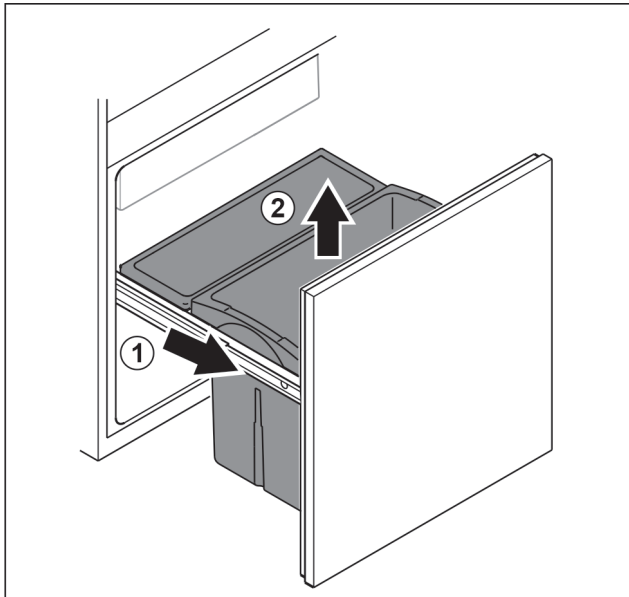

Fig. 100
- ▶ Saque el carro extraíble hasta el tope. Fig. 100 (1)
- ▶ Retire el cajón hacia arriba. Fig. 100 (2)